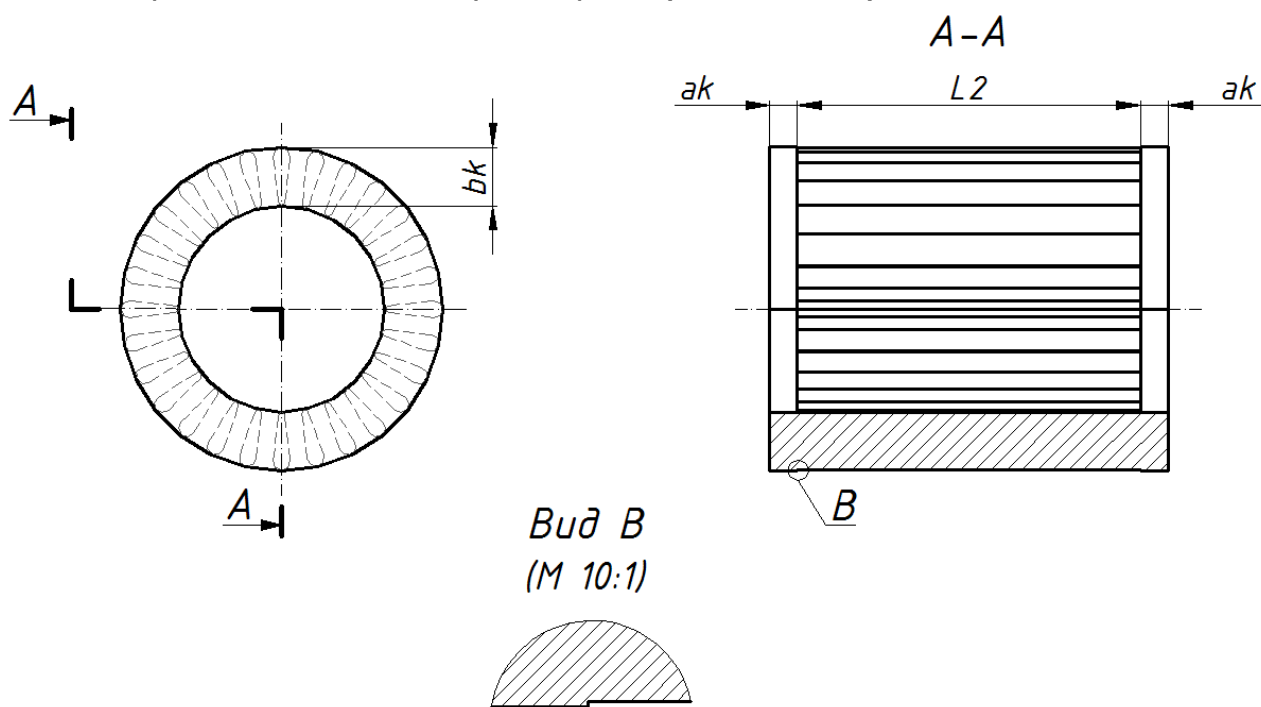
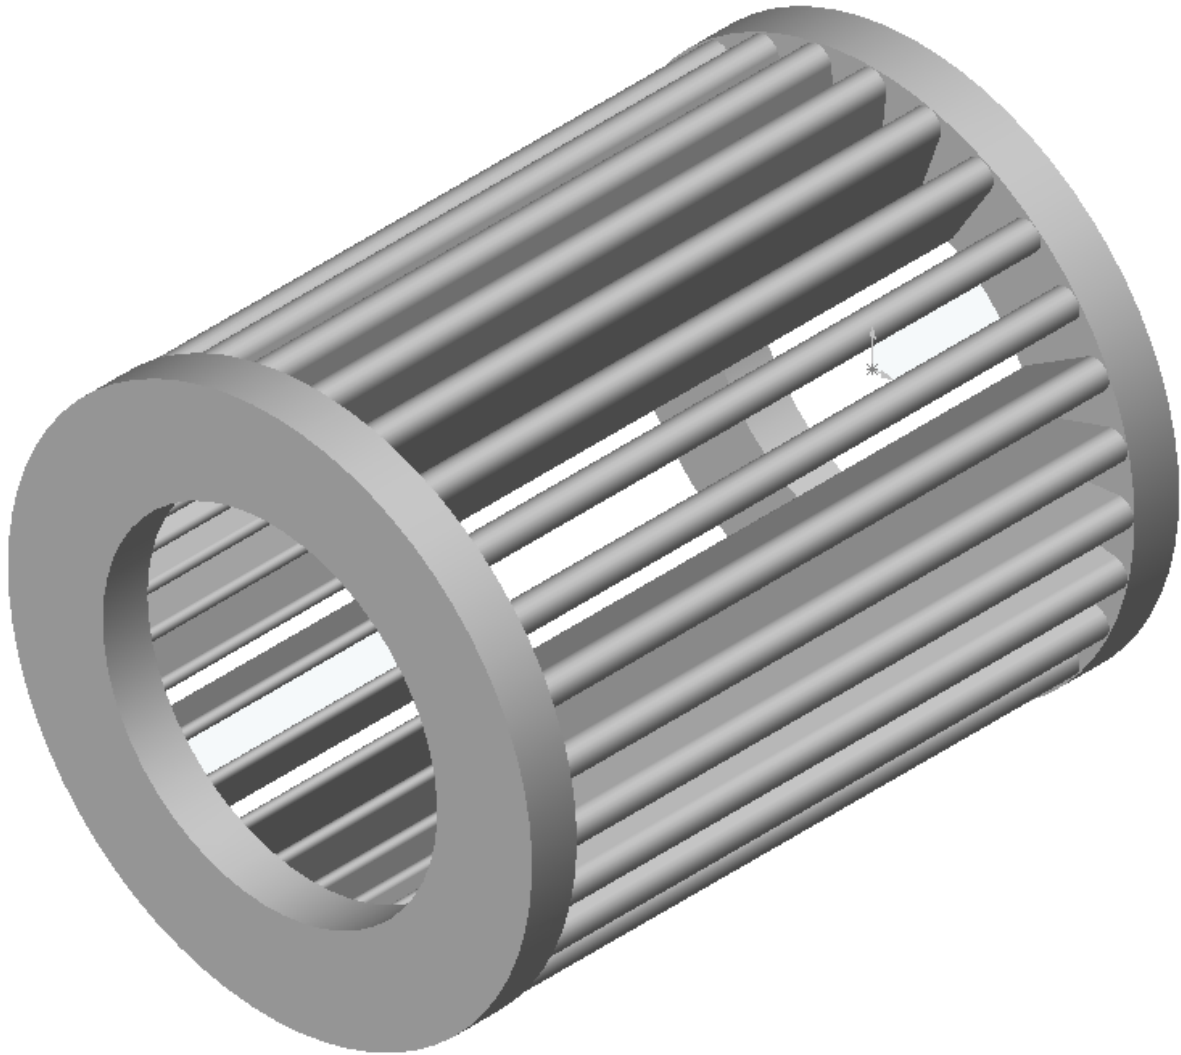

Рис.37
Рис.38
1. За допомогою графічного пакету SolidWorks виконати конструювання короткозамкнутої обмотки («білячої» клітки) ротора асинхронної машини, зразок якої зображено на рис.37 і рис.38. Розміри «білячої» клітки для кожного варіанту наведені в табл.9.1.
1. На рис.37 приведено зразок конструкції «білячої» клітки ротора АД, яка, як правило, виготовляється з алюмінію або міді. Слід зауважити, що висота короткозамкнутого кільця «білячої» клітки може відрізнятися від висоти стержня, а питання про їх взаємне розташування вирішується окремо. В цій роботі приймемо, що середній діаметр короткозамкнутого кільця і стержнів ротора збігаються. Довжина стержнів $L2$ (рис.38) для АМ з висотою осі обертання до 250 мм дорівнює довжині пакету статора $L1$ (див. табл.8.1).
На рис.38 наведемо приклад «білячої» клітки ротора АМ у тривимірному вигляді, яка сконструйована за допомогою пакету SolidWorks.